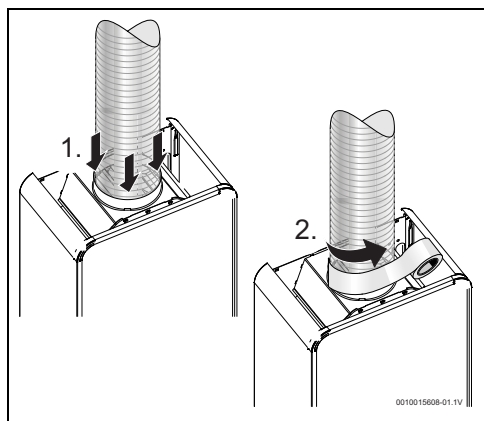

Fig. 11
- essere inserito all'interno del collare del camino (→ dimensioni dell'anello nella tab. 4), senza gioco e ben calzato sui raccordi. In presenza di gioco, il collegamento deve essere sigillato con il materiale adatto (fig. 11),